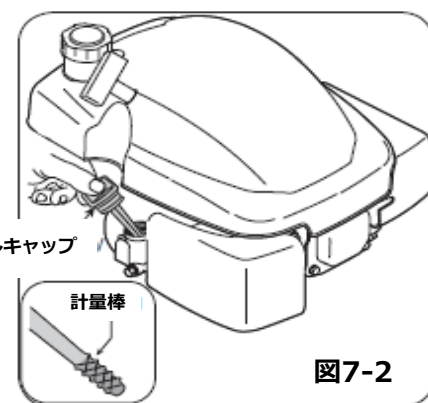

図7-2
1. オイルキャップをはずし、計量棒をきれいに拭きます。(図7-2参照)